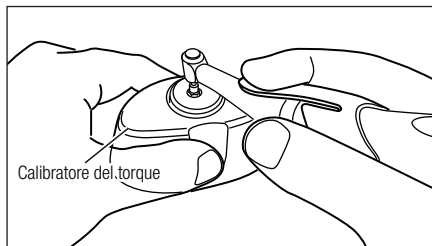

Fig. 10
- 6) Premendo il tasto ON/OFF verrà eseguito un conto alla rovescia e quindi verrà avviata la calibrazione in presenza di carico. Il motore comincerà a ruotare: tenere premuto il motore in posizione verticale fino al termine della sua rotazione mentre si sorregge saldamente il calibratore del torque (vedi Fig. 10). Durante la calibrazione la spia " CAL " lampeggerà.